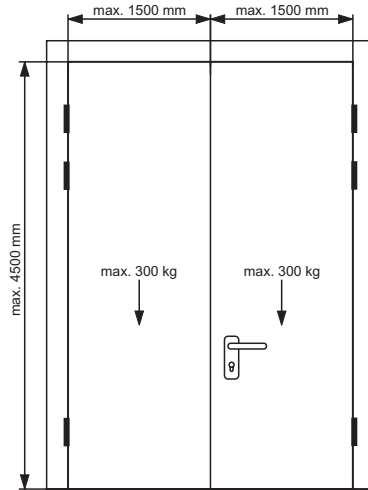

Fig. 2: dimensiones y peso de puerta máx.
- Fije las contrapiezas de cierre (cerraderos/cerradero central) al marco o a la hoja pasiva. Los resbalones-cerrojos y los cerrojos deben poder entrar en las contrapiezas de cierre libremente y sin fricción en todo momento. Si es necesario, adapte los contornos de las contrapiezas de cierre al estado de la puerta (Fig. 2).